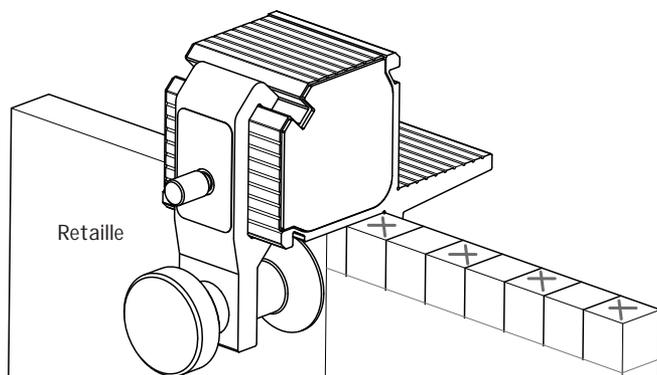

Figure 9 : Juxtaposition d'une retaille de bois à la pièce à travailler pour stabiliser le guide pendant la coupe des dernières entures
12. Pour tailler les entures à l'extrémité d'une planche, serrer le guide sur une retaille de bois de même épaisseur, juxtaposée à la planche – **figure 9** –, afin d'assurer la stabilité du guide pendant le sciage.